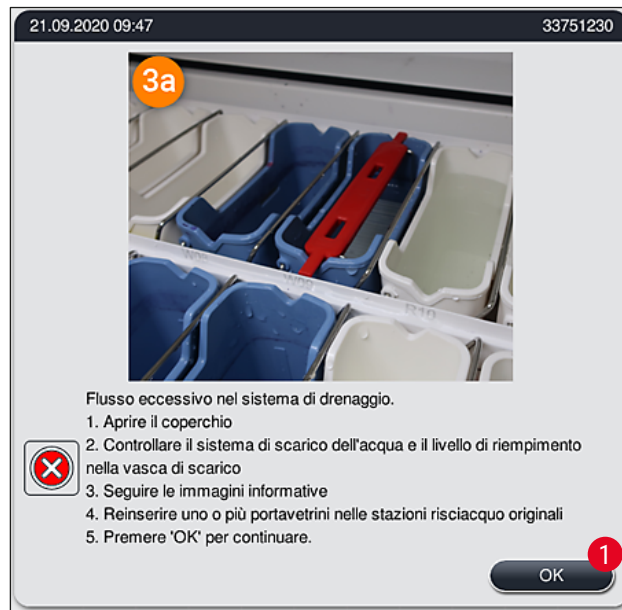
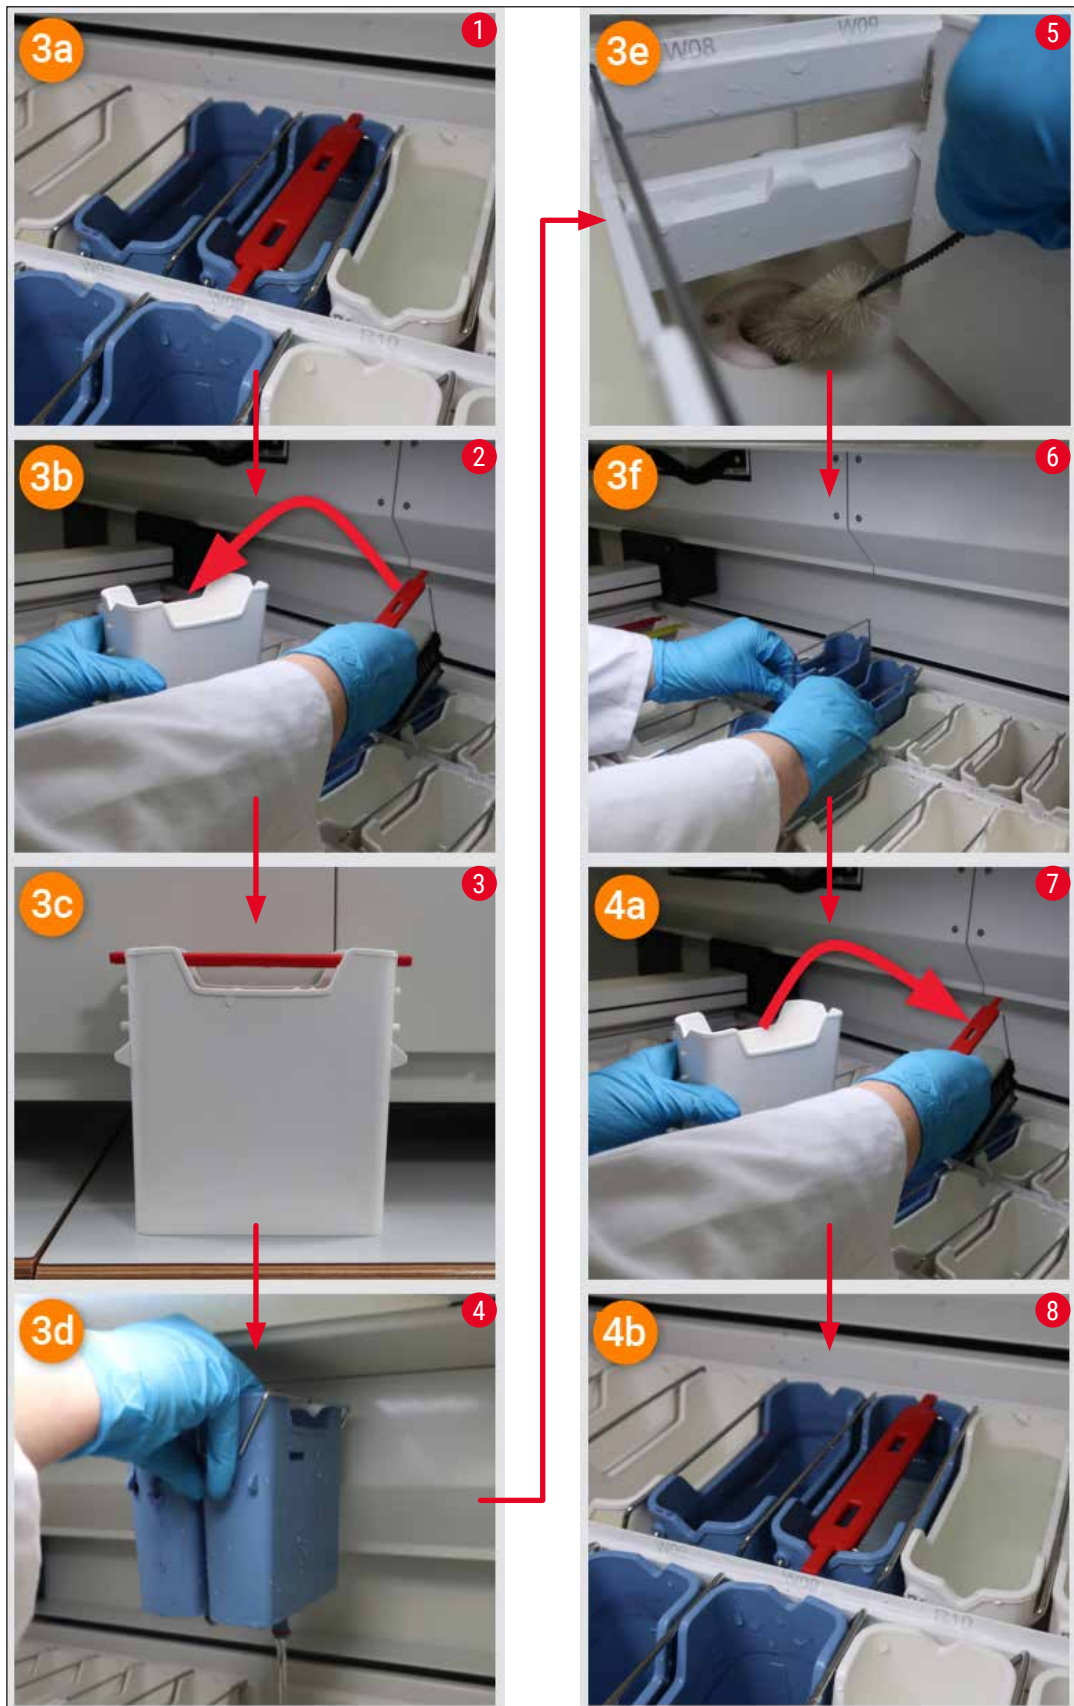

Fig. 120
Fig. 122
Un blocco del sistema di scarico dell'acqua può essere causato da una griglia di scarico bloccata (→ "Fig. 98-1") o da un tubo flessibile di scarico ostruito (→ "Fig. 7-1"). Tale blocco potrebbe causare un innalzamento del livello dell'acqua nella vasca di scarico, generando un livello di acqua critico nello strumento. L'utente riceve un messaggio di errore sullo schermo (→ "Fig. 120") e un segnale acustico. I messaggi di errore forniscono all'utente una guida per rimuovere il blocco grazie a una sequenza di immagini (→ "Fig. 122").
- Se il livello dell'acqua nella vasca di scarico scende al di sotto del livello critico durante il processo di risoluzione, il messaggio (→ "Fig. 120") non è più visualizzato e un altro messaggio sul display informa l'utente che è possibile proseguire il processo di colorazione.